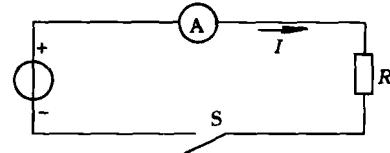

图 1-1-10 实验电路
- 照图 1-1-10 所示在实验板上装配电路。
- 按下面第 9 点使用万用表 10 条注意事项中(1) ~ (6) 条去做。